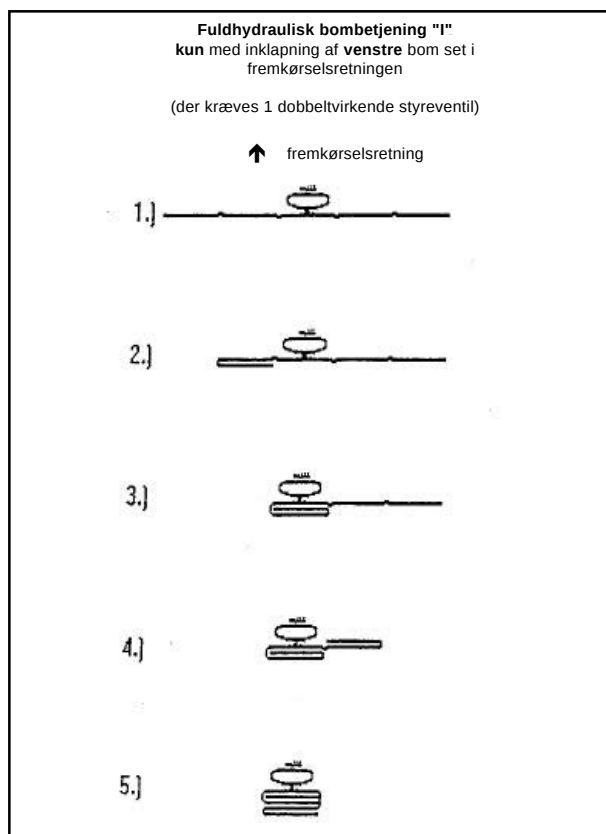

Fig. 10.4
1. **Fuldhdraulisk bombetjening "I"**, det er hermed muligt at klappe venstre side i kørselsretningen ind (fig.10.4) (det er nødvendig at have 1 enkeltvirkende og 1 dobbeltvirkende styreventil på traktoren).